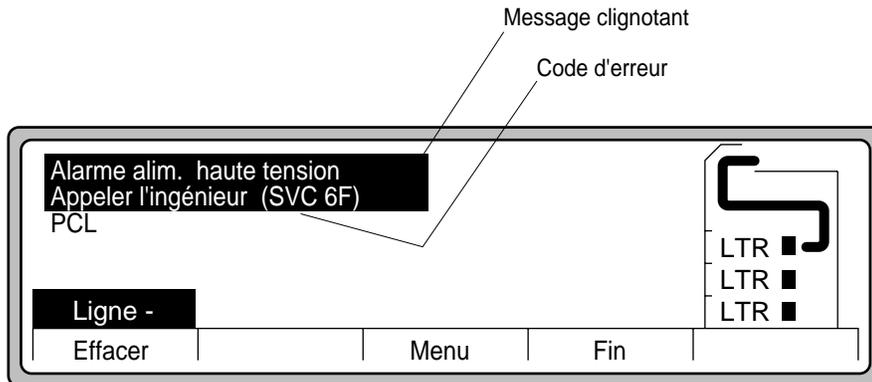

Figure A-2 Message Appeler le technicien (agent de maintenance)
1. L'imprimante est susceptible de détecter le problème et d'afficher un message, comme illustré à la Figure A-2, à la page A-8.